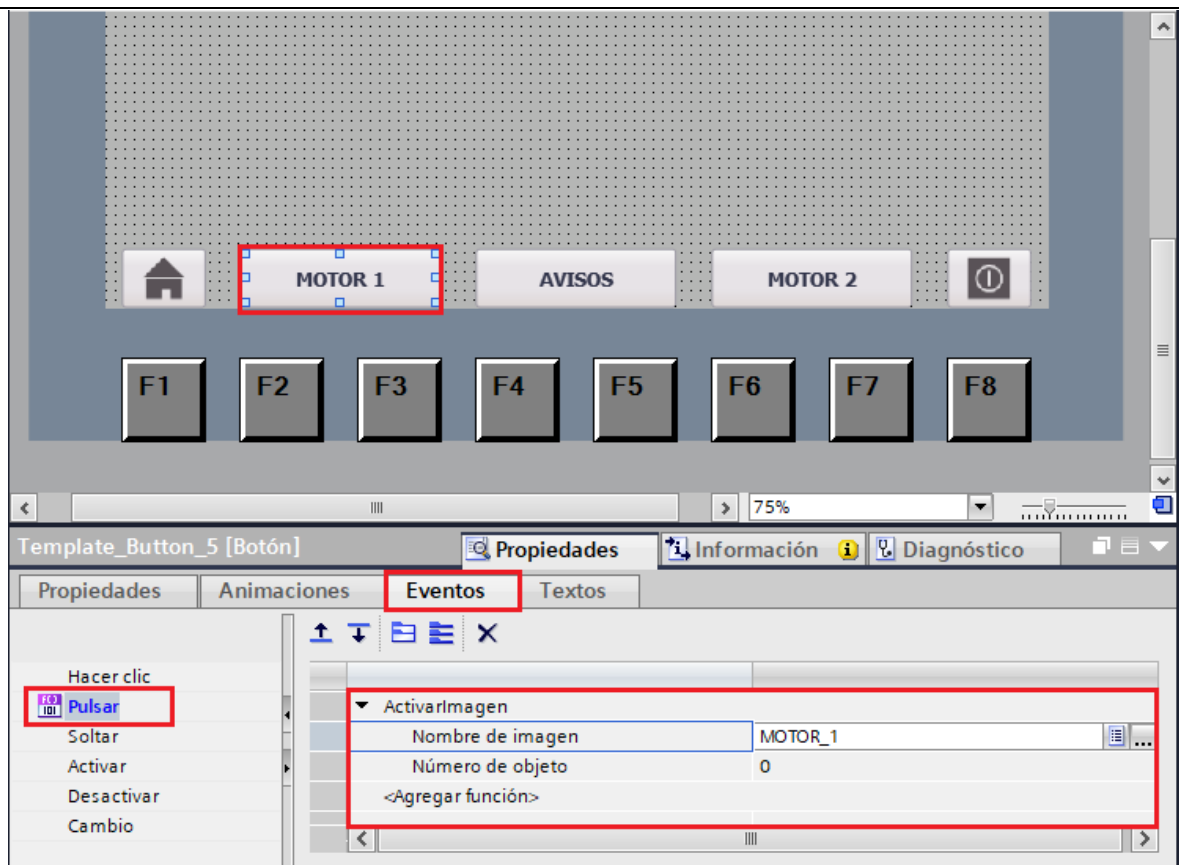

Figura 35. Configuración botón MOTOR_1.
(2) Configuración del Menú.
- En “Nombre de imagen” seleccionar “MOTOR_1” (ver Figura 35).